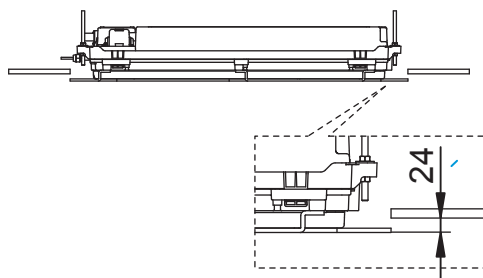

Figura 14
- Verifique que la diferencia de nivel entre el lado inferior del techo y el lado inferior del papel de instalación sea de aproximadamente 24 mm (consulte la Figura 14). La altura de elevación del aire acondicionado no es correcta si no se cumple este requisito. [AD1]